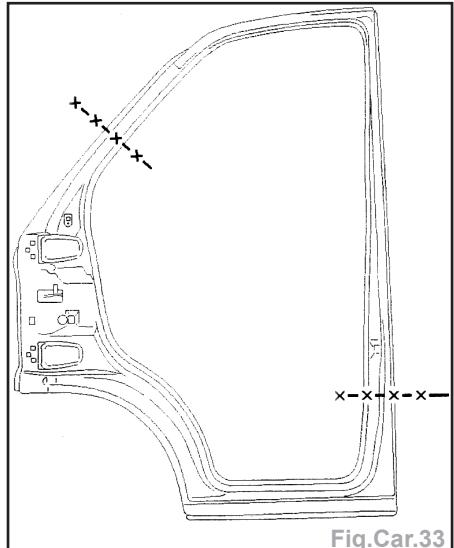

Fig.Car.33
- Tracer la coupe de la pièce et découper à l'aide d'une scie (Fig.Car.33).